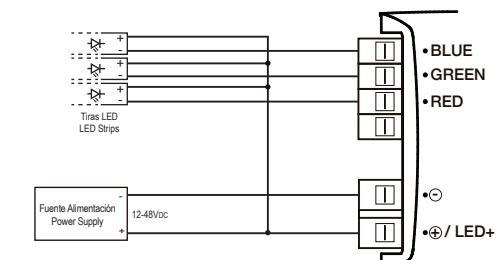

Fig. 5
- Abbildung 5: Für die Ansteuerung von 3 einzelnen LED-Streifen.
- Fig. 5: Control of 3 Single-colored LED Strips.
- Fig. 5: Control de 3 Tiras LED Monocolor.